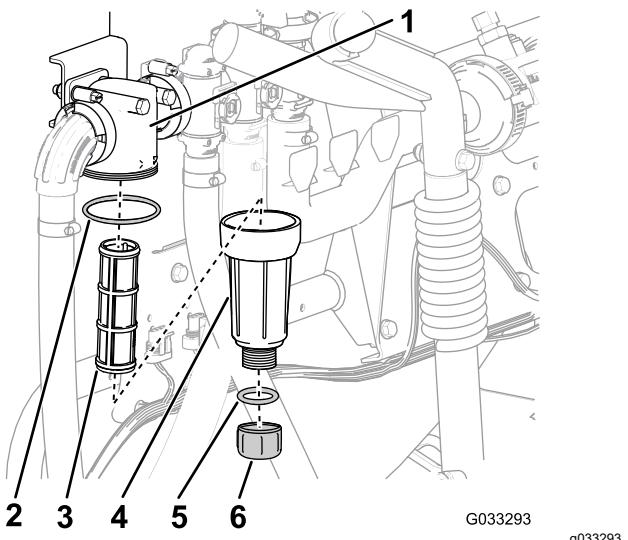

Рисунок 30
2. Поместите сливной поддон под фильтр линии нагнетания (Рисунок 30).
3. Поверните крышку сливного отверстия против часовой стрелки и снимите ее со стакана фильтра линии нагнетания (Рисунок 30).
4. Поверните стакан против часовой стрелки и отделите его от головки фильтра (Рисунок 30).
- Снимите элемент фильтра линии нагнетания (Рисунок 30).
- Проверьте прокладку пробки сливного отверстия (расположенную внутри стакана) и прокладку стакана (расположенную внутри головки фильтра) на наличие повреждений и износа (Рисунок 30).
- Вставьте элемент фильтра линии нагнетания в головку фильтра (Рисунок 30).
- Установите стакан на головку фильтра, затянув от руки (Рисунок 30).
- Установите крышку сливного отверстия на штуцер в нижней части стакана и затяните крышку от руки (Рисунок 30).